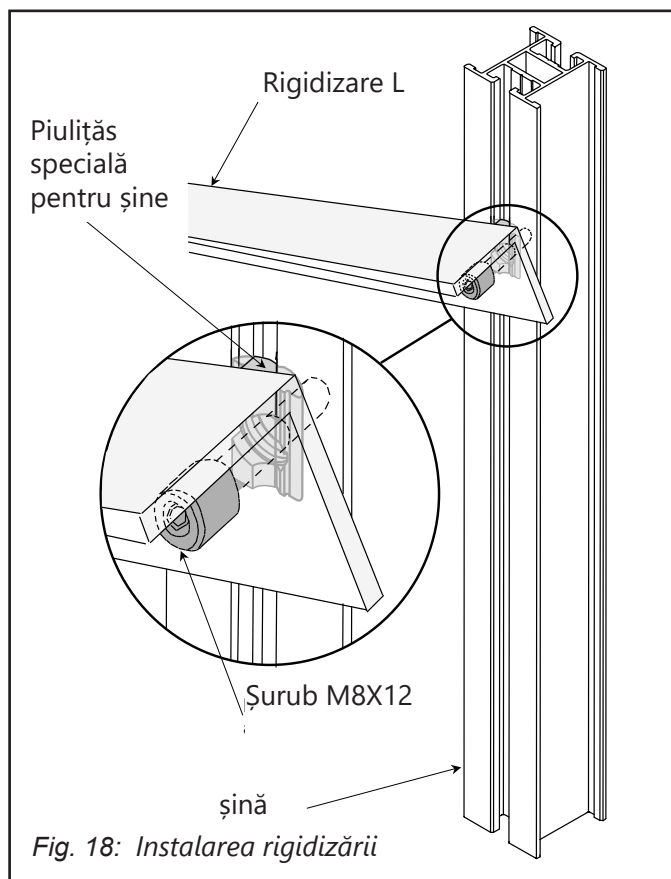

Fig. 18: Instalarea rigidizării
- Fixați suportul în L al triunghiului de baza șinei folosind șuruburi, șaibe zimțate și piulițe. (fig 18) și securizați conexiunile.
Instalați rigidizarea între cei doi suportii triunghiulari (fig.18). Urmând Fig. 18, inserați piulițele speciale M8 în șina triunghiulară de suport. Apoi fixați rigidizarea de șine cu șuruburi M8X12 cu șaibe. (Fig. 18)